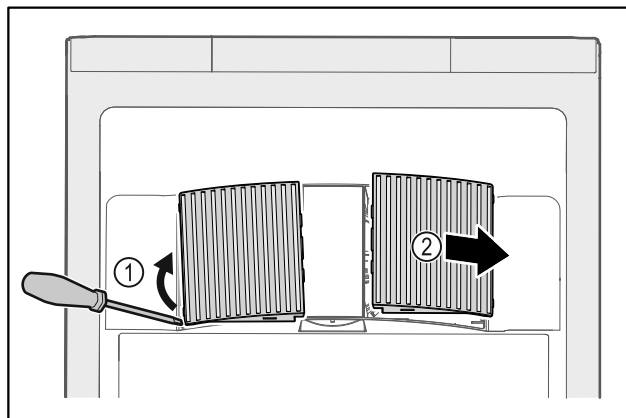

Fig. 234
- ▶ Kangutage ventilatorikatte ettevaatlikult küljelt välja Fig. 234 (1) ja võtke ettepoole maha Fig. 234 (2).